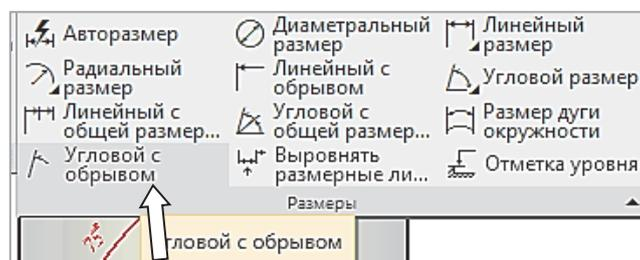

Рис. 3.16-1
1. Вызвать команду **Черчение** → **Размеры** → **Угловой с обрывом**  (рис. 3.16-1). Чтобы увидеть эту команду, нужно расширить ленту инструментов вниз, щелкнув мышью по строке **Размеры**.